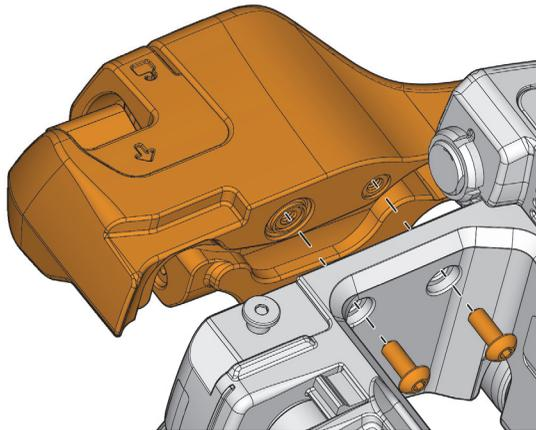

Figure 2-5 Retrait du codeur d'axe d'index
1. À l'aide de la clé hexagonale de 2,5 mm fournie, retirez les deux vis de fixation de l'assemblage du codeur d'axe d'index. Consultez la Figure 2-5 à la page 51.